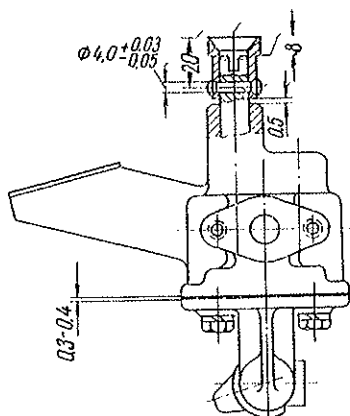

Bild 112 Befestigung der Büchse an Ölumpenwelle
- auf die Antriebswelle eine Büchse pressen, dabei das Maß 8 mm zwischen Stirnfläche der Antriebswelle und Stirnfläche der Büchse einhalten (Bild 112);
- ein Loch $4 \begin{smallmatrix} +0.03 \\ -0.05 \end{smallmatrix}$ mm ϕ in Antriebswelle und Büchse bohren, dabei das Maß 20 ± 0.25 mm von Stirnfläche der Büchse bis Lochmitte einhalten (Bild 112);